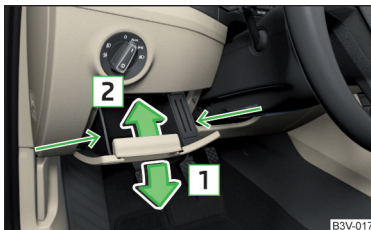

Abb. 265
- Das Ablagefach seitlich im Bereich der Pfeile fassen » Abb. 265.